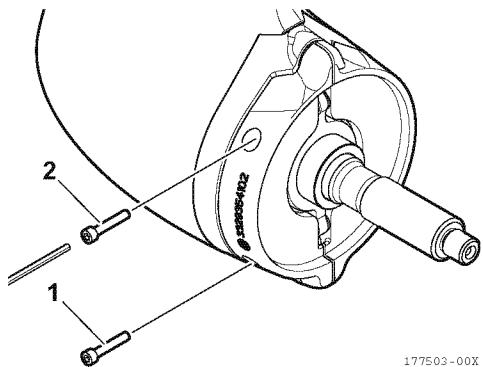
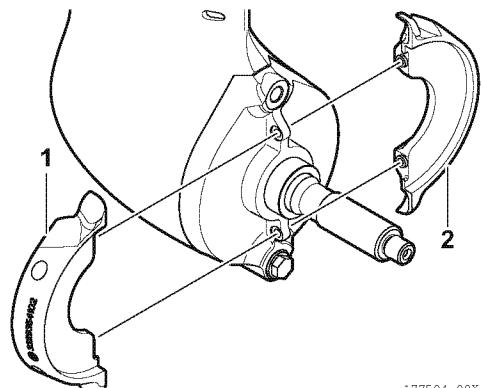

Abbildung 27
Abbildung 28
1. Die Befestigungsschrauben (1, 2, **Abbildung 27**) der Anoden (1, 2, **Abbildung 28**) mit dem Sechskantschlüssel lösen und entfernen.
2. Die Anoden (1, 2, **Abbildung 28**) entfernen.